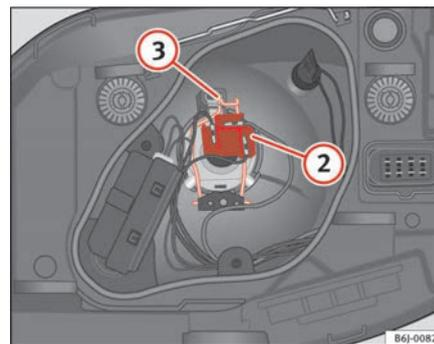

Fig. 152 Anabbagliante e abbagliante faro singolo
- Estrarre il connettore ⇒ pag. 236, fig. 152 ② dalla lampada.
- Sganciare la molla di ritegno ⇒ pag. 236, fig. 152 ③ premendo verso l'interno e a destra.